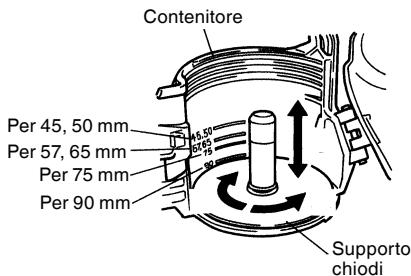

Fig. 3
Per la regolazione, girate il porta chiodi ① in senso antiorario di circa 90 gradi. Spostate la porta chiodi ② sù e giù, regolate la sua posizione in base alla lunghezza del chiodo usato, e regolate la superficie della porta chiodi alla posizione contrassegnata dal caricatore. Girate la porta chiodi ③ in senso orario (circa di 90 gradi) fino a che non fa "click". (Vedi Fig. 3)